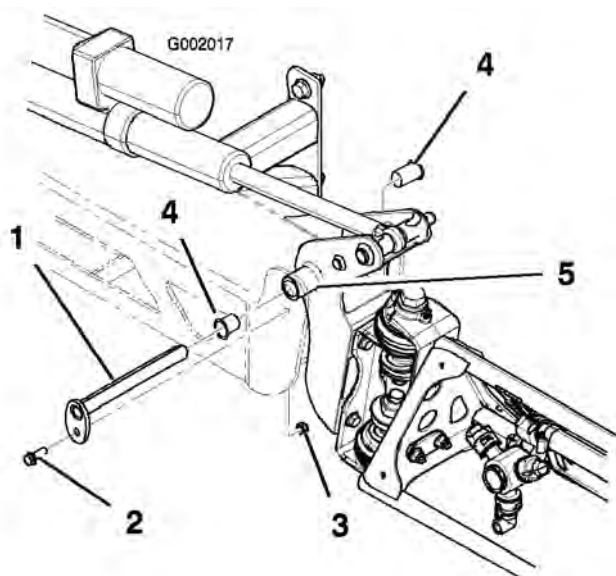

Figure 70
- Lorsque le poids de la rampe est supporté, retirez le boulon et l'écrou de fixation de l'axe de pivot à l'ensemble rampe (Figure 70). Retirez l'axe de pivot.
- Déposez et examinez les bagues en nylon de l'avant et l'arrière du support de pivot (Figure 70). Remplacez les bagues défectueuses.
- Montez l'ensemble rampe et support de pivot dans le bâti central en alignant les ouvertures (Figure 70).